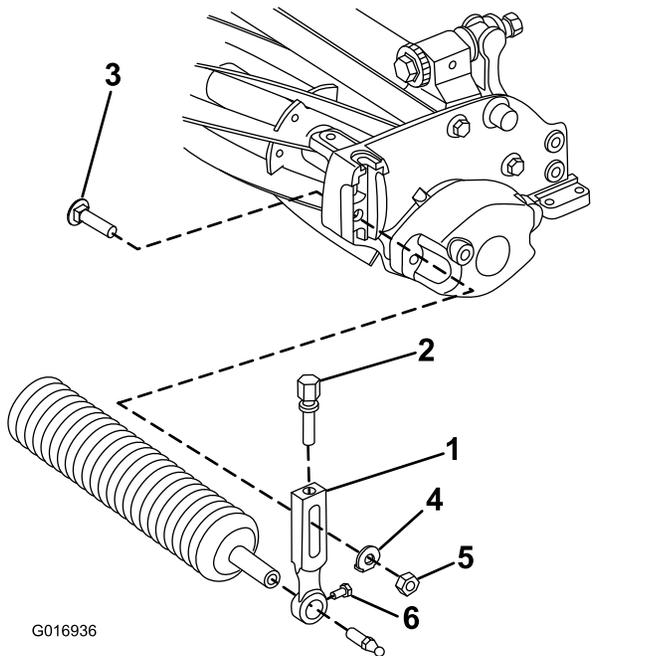

图3
1. 卸下将其中一个剪草高度臂固定至滚刀组侧板的防松螺栓、垫圈及凸缘螺母图3。